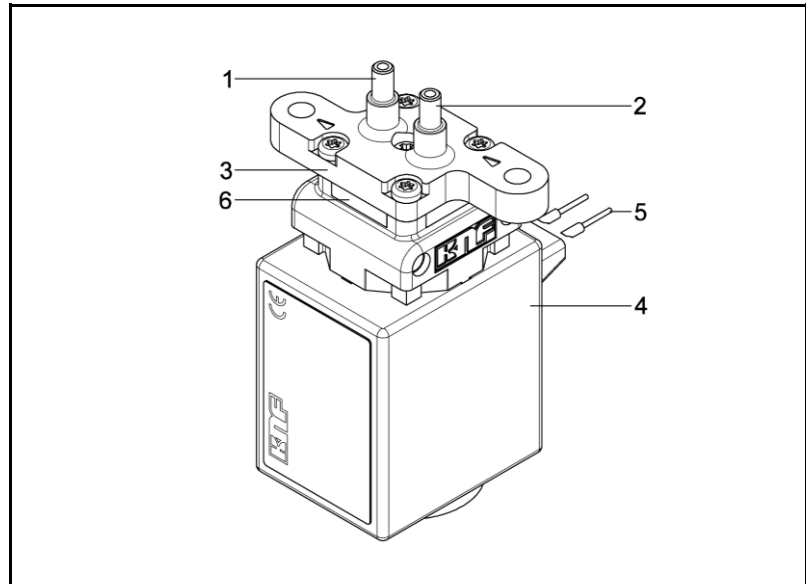

Fig. 1: Magnet-Membran-Dosierpumpe FMM 20
* Pumpenkopf 1 (Fig. 1): besteht aus Anschlussplatte und Zwischenplatte